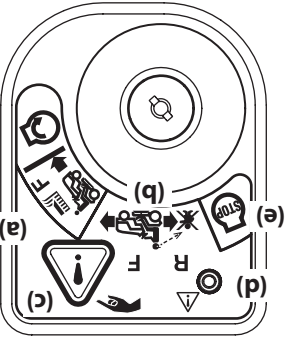

Figure 3-4
Appuyez sur le BOUTON-POUSSOIR DE MARCHE ARRIÈRE (Bouton triangulaire orange) qui se trouve dans le coin supérieur droit du module d'allumage. Le témoin lumineux rouge dans le coin supérieur gauche s'allume quand la marche arrière est embrayée. Voir la Figure 3-4.
2. Déplacez la clé de la position de tonte normale (a) (verte) à la position de tonte en marche arrière (b) (jaune). Voir la Figure 3-4.